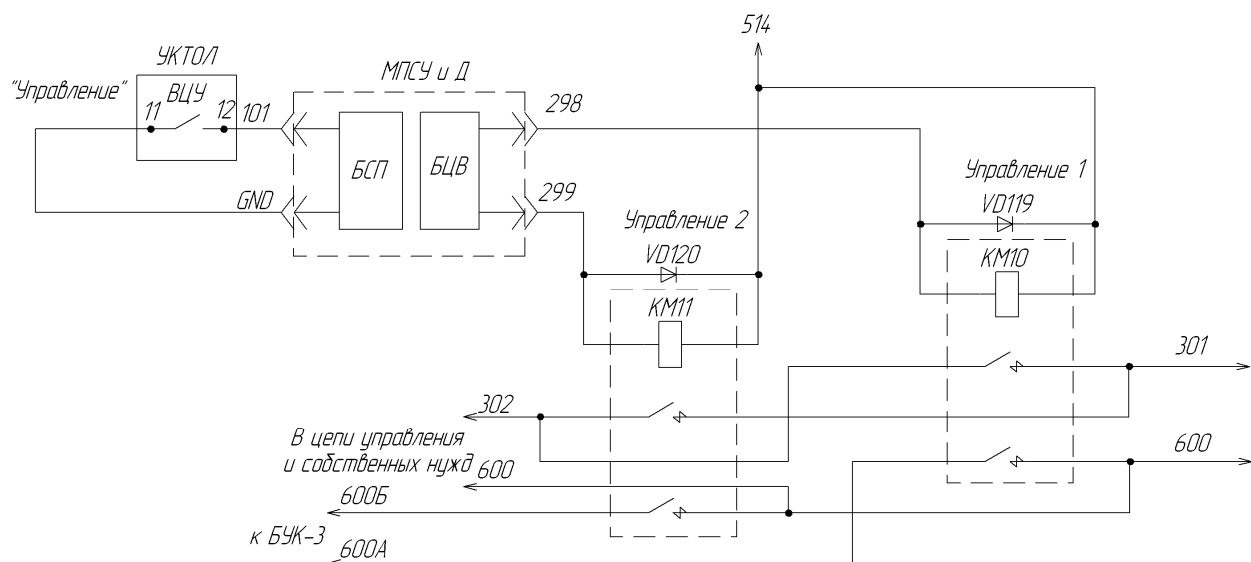

Рисунок 4.12 – Схема включения цепей управления и собственных нужд
После установки выключателя цепей управления (ВЦУ) «Управление» в положение «Включено» создается цепь (см. рисунок 4.12): +50 В от источника питания локомотивного (ИП-ЛЭ-110/50) G2 и G3, провод 514, катушки электромагнитных контакторов KM10 (KM11), провод 298 (299), общий вывод 50 В БЦВ SWG1 (SWG2).